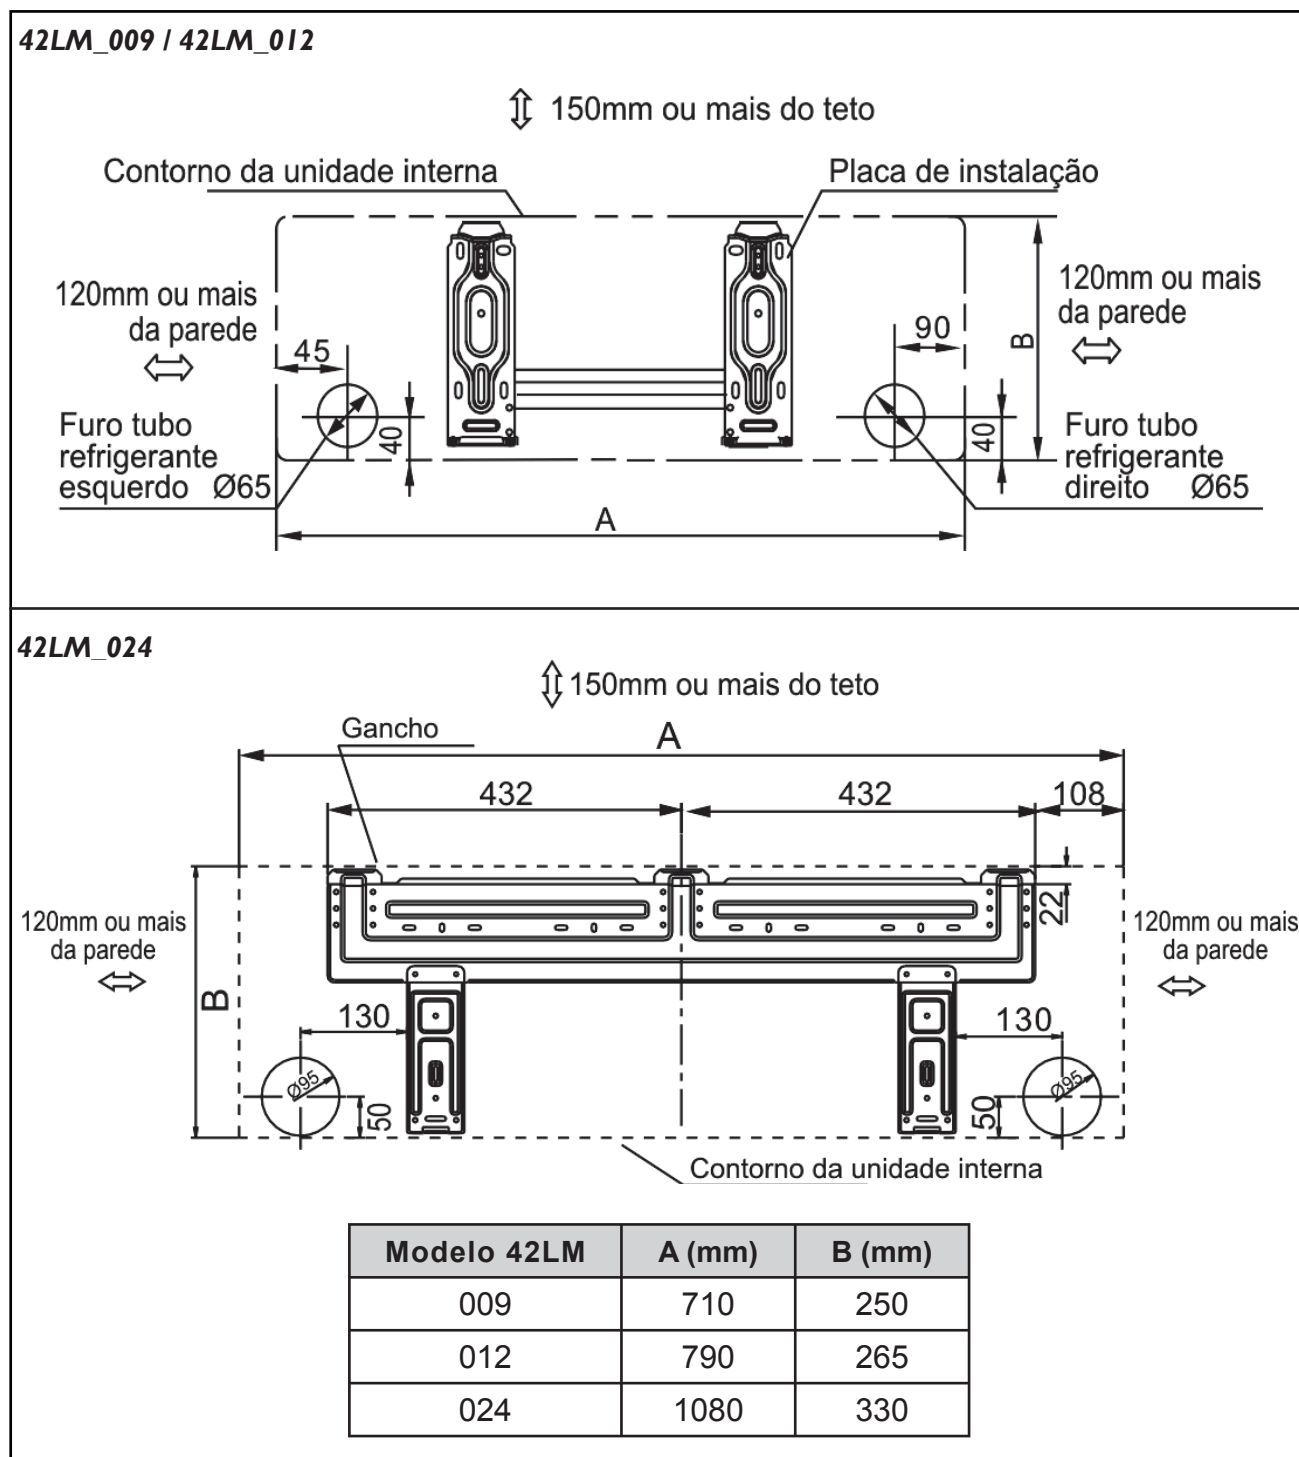

FIGURA 16 - SUPORTES 42LM
- Fixe o suporte à parede com parafusos auto-atarraxantes através dos furos próximos à borda externa dele como mostrado na figura 16 (Coloque parafusos em todos os furos superiores).
Veja na figura 16 as dimensões para furação do dreno conforme cada capacidade.